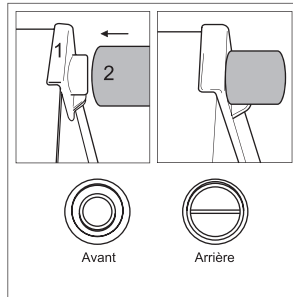

Figure 1. Installation des butées
- Installez les butées dans les coins supérieurs sur la paroi arrière du réfrigérateur, comme illustré à la figure 1. Les butées sont fournies dans le balconnet l'intérieur du compartiment réfrigérateur. (certains modèles uniquement)